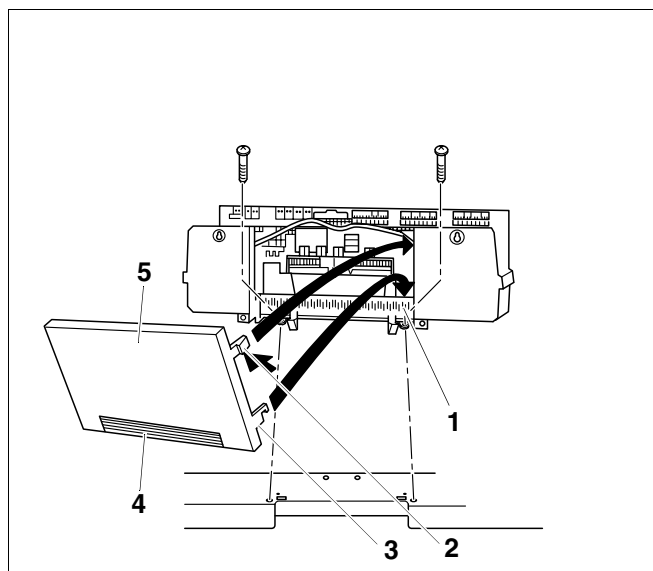

Рис. 67 Установка задней стенки системы управления
При необходимости можно выломать или вырезать заглушку (рис. 67, **поз. 4**) на задней стенке (рис. 67, **поз. 5**) системы управления.
- Вставить оба нижних крюка (рис. 67, **поз. 3**) справа и слева на задней стенке (рис. 67, **поз. 5**) шлицом в верхнюю кромку гнезда рамки (рис. 67, **поз. 1**).
- Слегка нажать верхние эластичные крюки (рис. 67, **поз. 2**) внутрь (по стрелке) и вставить заднюю стенку (рис. 67, **поз. 5**) так, чтобы оба крюка защелкнулись.